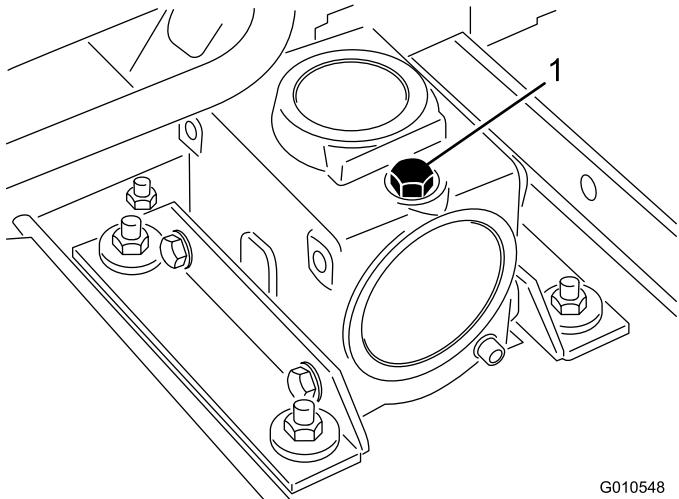

図 23
- ギアボックスの上部についているディップスティック兼給油プラグ(図 23)を取り、オイルの量が、ディップスティックについている2本のマークの間